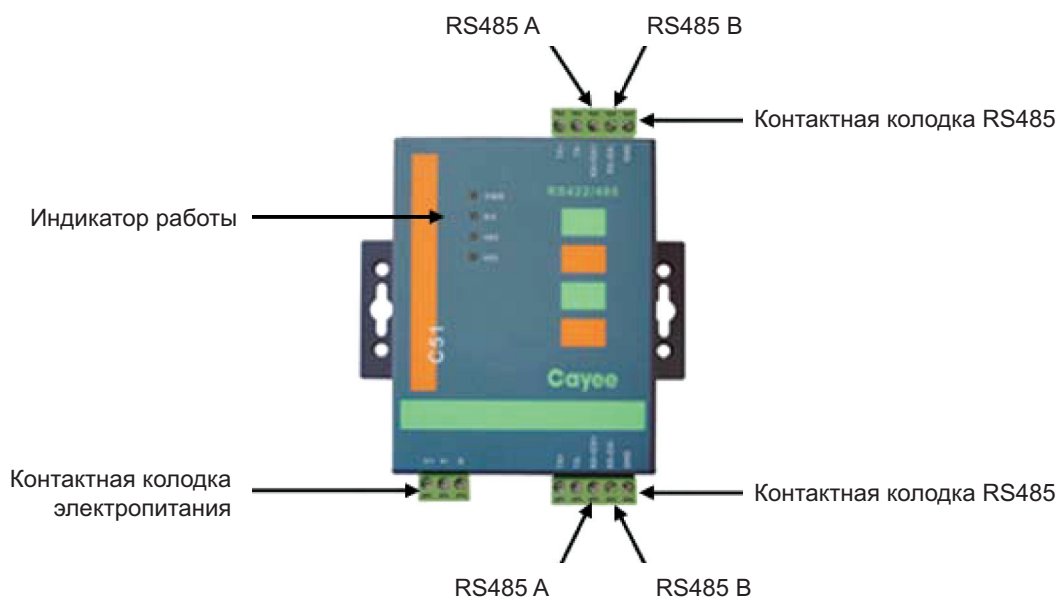

Рис. 7.31
7.5.11.9 Если длина межблочного сигнального кабеля более 800 м или количество блоков коммутации ME30-00/E2 в линии более 30 шт., то необходимо устанавливать усилитель сигнала — ретранслятор C51 (рис. 7.31, 7.32).